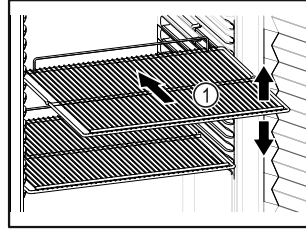

Fig. 71 Esimerkkikuva
- Sovita siirrettävät ritilätasot Fig. 71 (1) korkeuden mukaan.